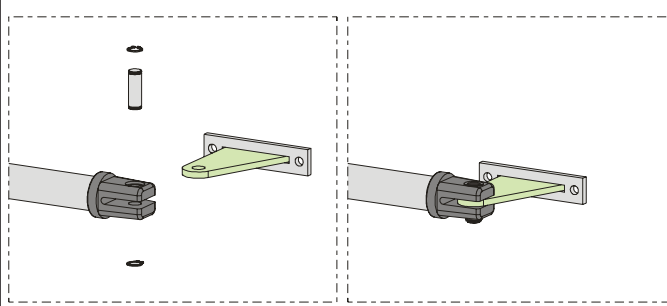

Fig. 10
7) Assembler la patte antérieure d'après la Fig.10.